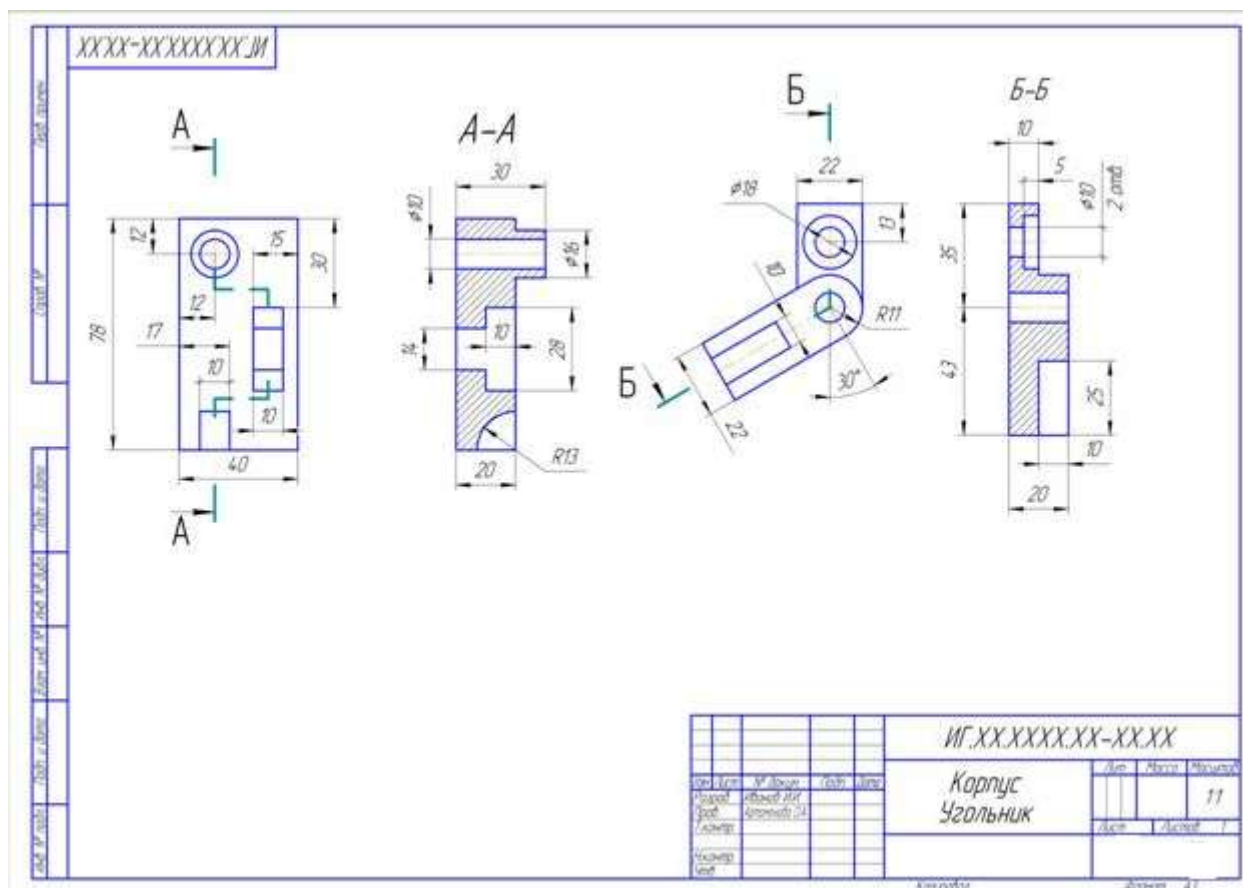

Рис.12 Пример оформления графической работы
- 6.Проверьте правильность выполнения разрезов, см. рис. 12.